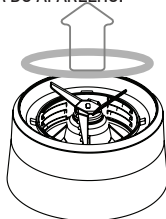

FIG.5
- Ao desencaixar as lâminas da jarra de vidro, pode ser que a borracha de vedação se solte. Certifique-se de limpá-la e pôr novamente ao redor do conjunto de lâminas (Fig.5).